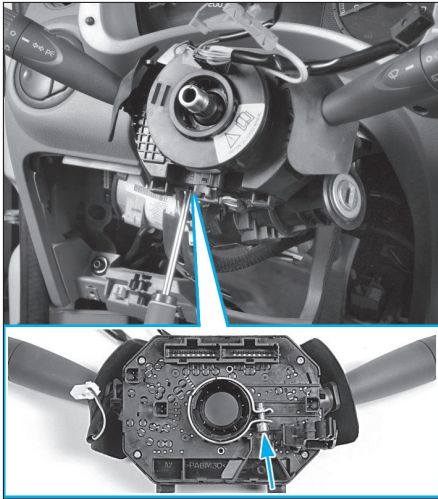

FIG. 10
- Desserrer le collier de fixation du contacteur tournant (Fig.10).